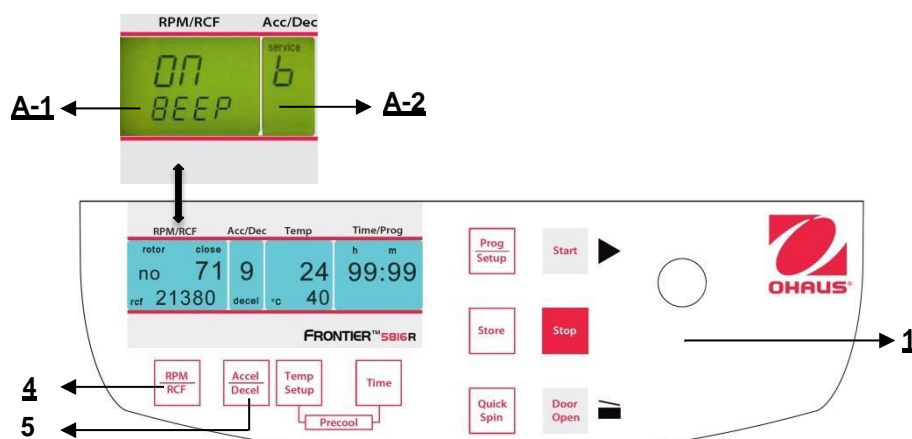

Abbildung 38
Fahren Sie fort wie unter Punkt 4.1.1 beschrieben, um in den Programmmodus einzutreten und drücken Sie dann die Taste "**Accel/Decel**" (5). Auf der Anzeige "**Acc/Dec**" (A-2) blinkt das Wort "**Service**". Wählen Sie nun den Buchstaben "**B**" mit Hilfe des Anpassungsknopfes (1). Als Ergebnis erscheinen auf der Anzeige "**RPM | RCF**" (A-1) die Worte "**ON/BEEP**". Nach dem Drücken der Taste "**RPM | RCF**" (4) können Sie das Tastaturgeräusch mit dem Anpassungsknopf (1) ein- (On) oder ausschalten (Off). (Siehe Abbildung 38).